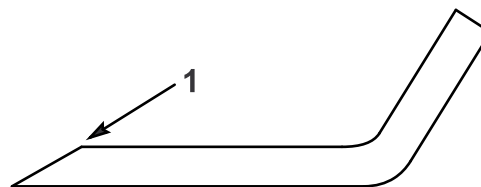

Figure 42
1. Au moyen d'une lime, aigüez les tranchants aux deux extrémités de chaque lame (Figure 42).